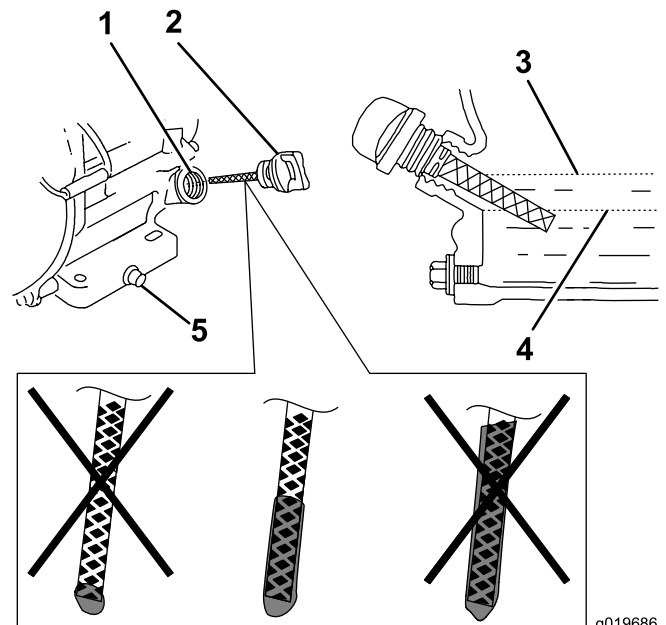

Figura 32
6. Retire la varilla y compruebe el nivel de aceite del motor (Figura 32).